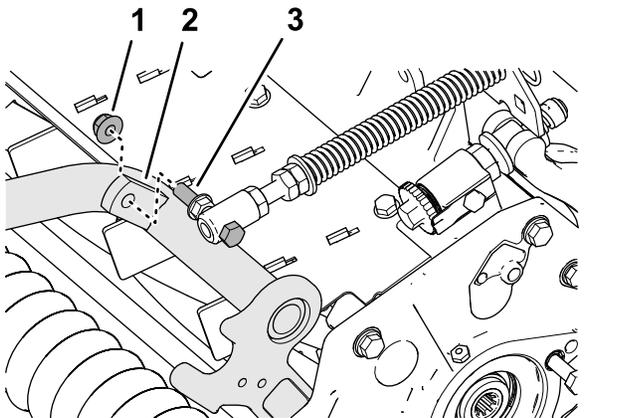

Figura 10
4. Montate il bullone senza dado della molla di compensazione per il manto erboso all'aletta destra del telaio portante (Figura 10) con il dado di bloccaggio flangiato ($\frac{3}{8}$ ").